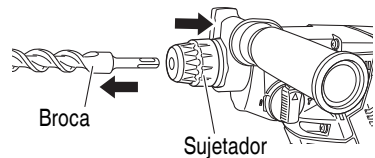

Fig. 8
- (3) Tire de la broca de taladro para comprobar que ha quedado enclavada.
- (4) Para extraer la broca, tire completamente de la empuñadura en el sentido de la flecha y tire hacia afuera de la broca. (Fig. 8)